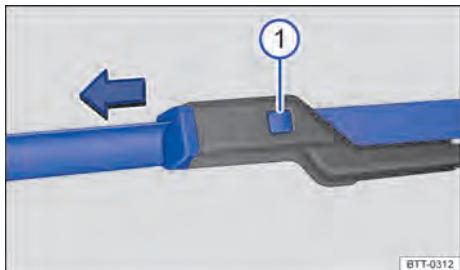

Fig. 166 No para-brisa: substituir as palhetas dos limpadores dos vidros.
- Manter o botão de destravamento → Fig. 166 ⓘ pressionado e, ao mesmo tempo, puxar a palheta dos limpadores do para-brisa para fora, no sentido da seta.